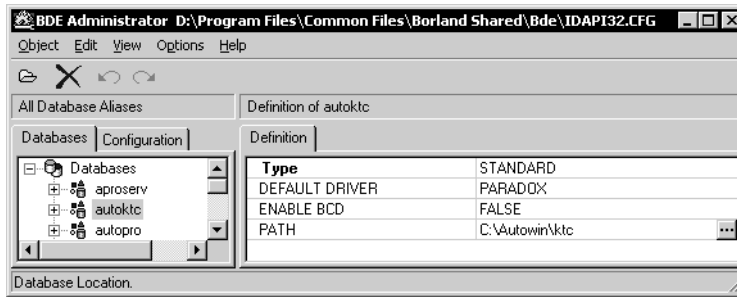

Рис. 1.6. Регистрация локальной базы данных КОМПАС-АВТОПРОЕКТ-Спецификации
5. Установите курсор на алиас «autoktc» (рис. 1.6). В правой части формы в поле PATH должна присутствовать строка «C:\autowin\ktc».